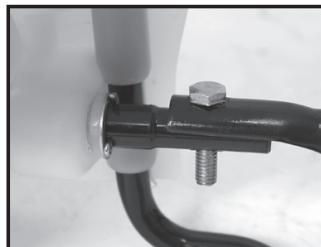

Figure 5
La poignée de pompe s'installe à l'une ou l'autre extrémité de l'arbre de la pompe (A). Pour installer la poignée de pompe, placez la poignée (C) sur l'arbre (A) en alignant le trou de la poignée de pompe et le trou de l'arbre. Glissez le boulon (B) à travers des trous vis-à-vis, comme montré aux figure 3. Serrez l'écrou (D) au boulon. Il y a dans trous dans la poignée de la pompe pour permettre un montage de gaucher (fig. 2-4) ou droitier (fig. 5).